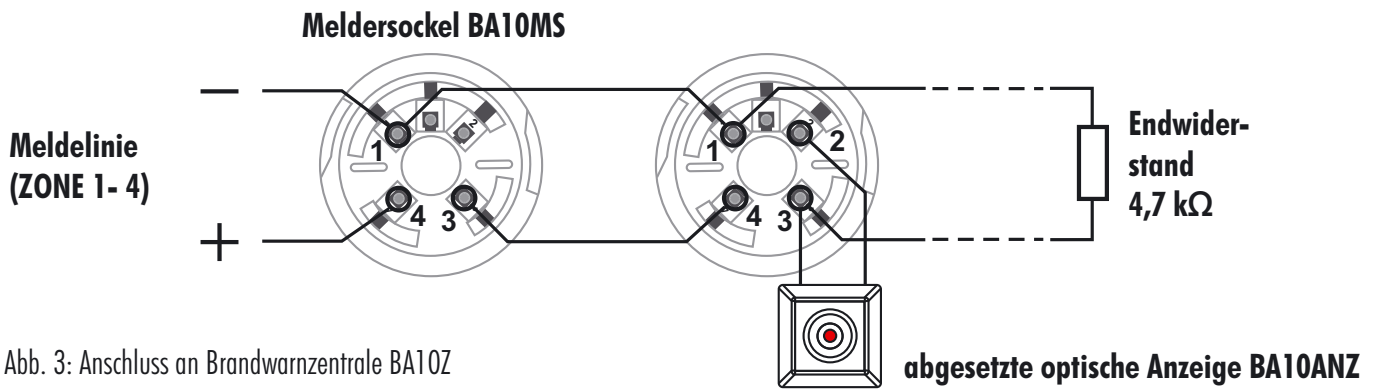

Abb. 3: Anschluss an Brandwarnzentrale BA10Z
3. Nehmen Sie die Verkabelung vor, wie in Abb. 3/4 dargestellt.